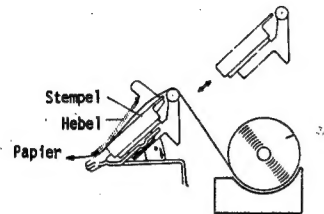

Fig. 11
2. Stempel in Pfeilrichtung herausnehmen, siehe Abb.11.